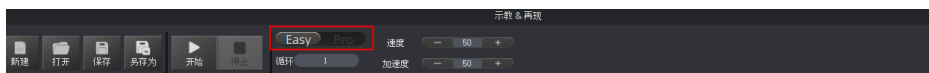

图 5.173 高级功能切换
**步骤 1** 在“示教&再现”页面单击 ，切换至高级功能页面，如图 5.173所示。